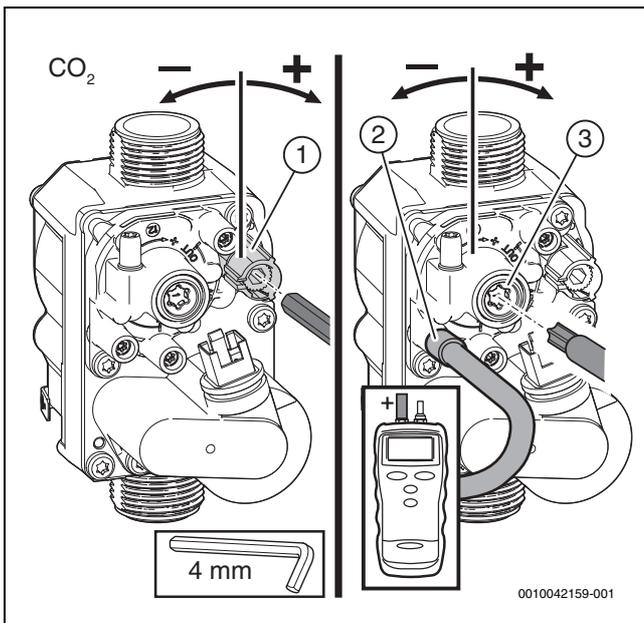

Bild 49 Einstellen der Gasarmatur
- ▶ CO₂- oder O₂-Gehalt für die maximale Nennwärmeleistung gemäß Tabelle 82 prüfen und ggf. nachstellen (→ Seite 42, Bild 49).